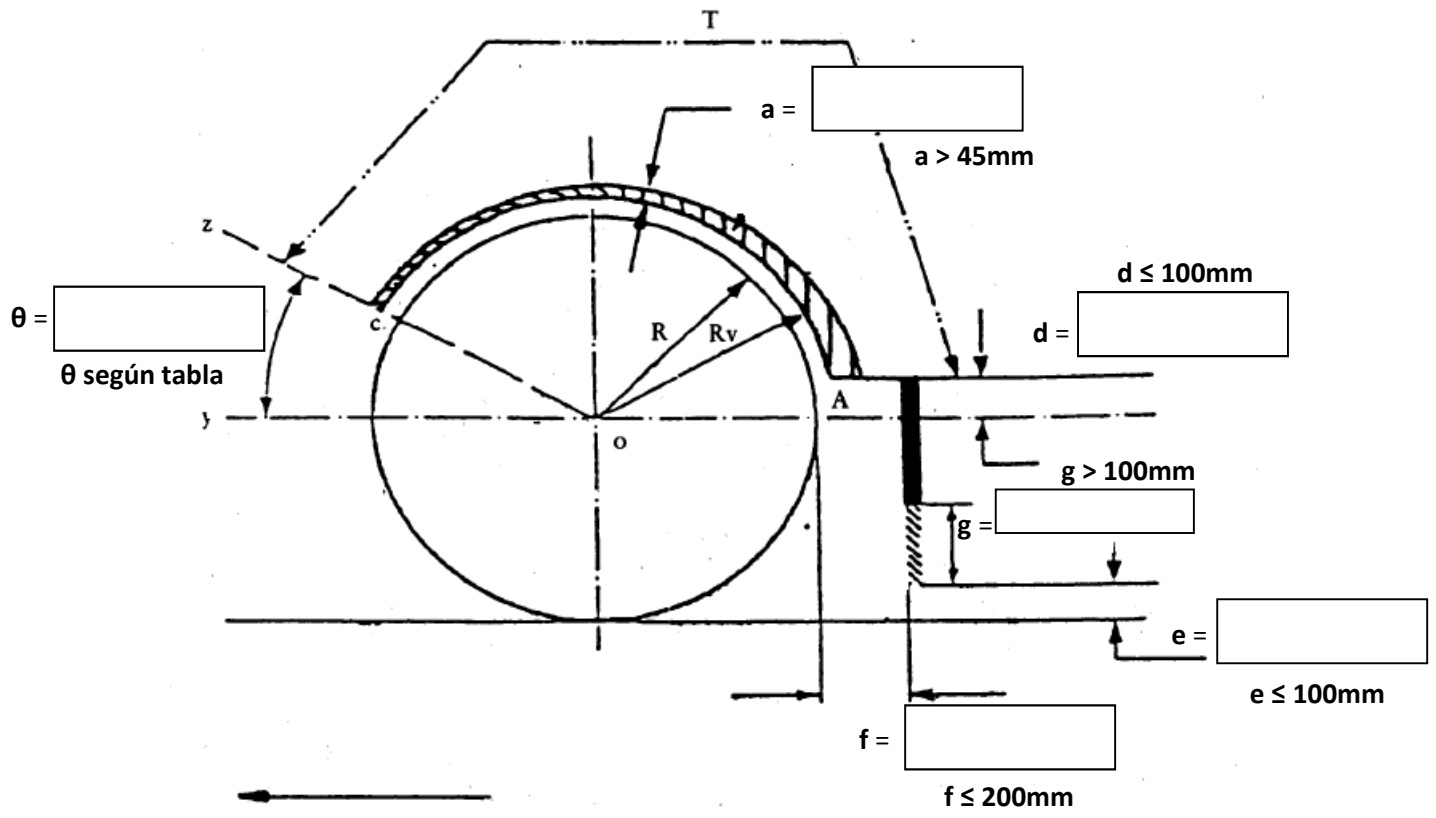

Figura 4
**CASO B con ejes simples: Antiproyección con separadores aire/agua (figura 4)**